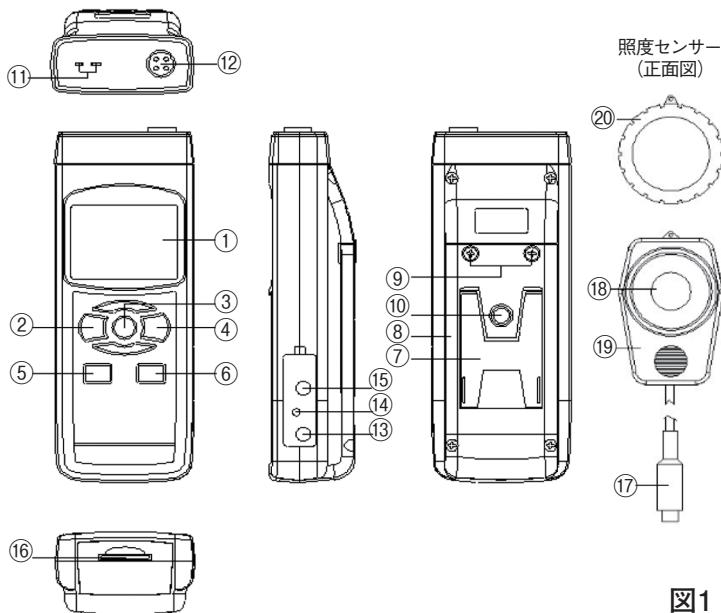

図1
まず初めに、データロガー等の機能を有効にするために、現在時刻等の設定等を行う必要があります。POWER(電源)ボタン(②、図1)を押して、本器の電源を入れます。また、このボタンを2秒以上長押しすると電源が切れます。
電源を入れた状態でSETボタン(⑤、図1)を2秒以上長押しすると「SET dAtE」と表示部(①、図1)に表示され、「初期設定」モードに入ります。そしてNEXTボタン(③、図1)を一回ずつ押す毎に下記の7つの設定画面に切り替わります。
備考:「初期設定」機能を実行中にESCボタン(②、図1)を押すと、「初期設定」機能が終了し、通常測定画面に戻ります。
(1) ENTERボタン(④、図1)を1回押します。▲ボタン(⑥、図1)または▼ボタン(⑤、図1)を押して、値を調整してください。希望する値を設定し、再度ENTERボタン(④、図1)を一度押すごとに、次の値の調整に移ります。最初に年(yy)の値を設定し、次に月(mm)の値を設定し、さらに日(dd)、時間(h)、分(m)、秒(s)へと移行します。
(2) 最後に、ENTERボタン(④、図1)を一回押します。
- (1)▲ボタン(⑥、図1)または▼ボタン(⑤、図1)を使用して上段に表示されるテキストを「bASIC」または「Euro」に設定します。
- (2)最後に、ENTERボタン(④、図1)を押します。
- (1)▲ボタン(⑥、図1)または▼ボタン(⑤、図1)を使用して上段に表示されるテキストを「yES」または「no」に設定します。
(2) 最後に、ENTERボタン(④、図1)を押します。
(1) ▲ボタン(⑥、図1)または▼ボタン(⑤、図1)を使用して表示部(①、図1)左下に表示される値を「K」または「J」に設定してください。
(1) ▲ボタン(⑥、図1)または▼ボタン(⑤、図1)を使用して下記のいずれかの値に設定します。
(2) 最後に、ENTERボタン(④、図1)を一度押します。
(1)▲ボタン(⑥、図1)または▼ボタン(⑤、図1)を押して、上段に表示されるテキストを「yES」または「no」に設定してください。
(2)上の値を「yES」に設定し、ENTERボタン(④、図1)をもう一度押すと、画面には「yES Ent」というテキストが表示されるので、本当にSDカードのフォーマットを実行する場合はもう一度ENTERボタン(④、図1)を押し、確定してください。SDカードのフォーマットが行われ、SDカードに保存されている既存のデータが消去されます。
上の値を「no」に設定し、ENTERボタン(④、図1)を押した場合、SDカードはフォーマットされません。
(1)POWER(電源)ボタン(②、図1)を押して本器の電源を入れます。
FUNC.ボタン(③、図1)を長押しすると、以下の測定モードに順番に切り替わります。
- (1)POWER(電源)ボタン(②、図1)を押して、本器の電源を入れます。
- (2)測定モードを "tP" (K/Jタイプ熱電対センサーによる測定)に切り替えます。
- (3)別売のK熱電対センサー又はJ熱電対センサーのミニチュアコネクターをK/Jタイプ熱電対センサー用コネクターソケット(⑪、図1)に差し込みます。
- (4)センサーの感部を測定対象にかざし(または、センサーの用途により直接接触させたり突き刺す場合もある)、表示部(①、図1)の測定値が安定したら数値を読み取ります。
- (2)測定モードを "LigHt" (照度測定)に切り替えます。
- (3)プローブプラグ(⑯、図1)をプローブソケット(⑰、図1)に差し込みます。
- (4)照度センサーへッド(⑱、図1)を手で持ち、センサーカバー(⑲、図1)を外し、照度センサー(⑲、図1)を測定対象の光源に対して垂直にかざします。表示部(①、図1)に測定した照度の値が表示されますので、安定したところで数値を読み取ります。
照度センサー(⑲、図1)にセンサーキャップ(⑳、図1)をかぶせて完全に覆い、表示部(①、図1)の値がゼロでない場合、照度センサー(⑲、図1)にセンサーキャップ(⑳、図1)をかぶせたまま、Zeroボタン(⑶、図1)を長押しすると測定値が"0"に調整されます。